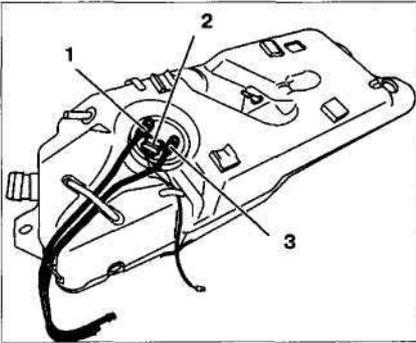

Рис. 7.34. Отсоедините разъем проводки 3 от указателя уровня топлива и отсоедините топливопроводы 1 и 3.
3. Отсоедините разъем проводки 3 от указателя уровня топлива и отсоедините топливопроводы 1 и 3 (рис. 7.34).
8. Присоедините разъем проводки 3 к указателю уровня топлива и топливопроводы 1 и 3 (рис. 7.34).